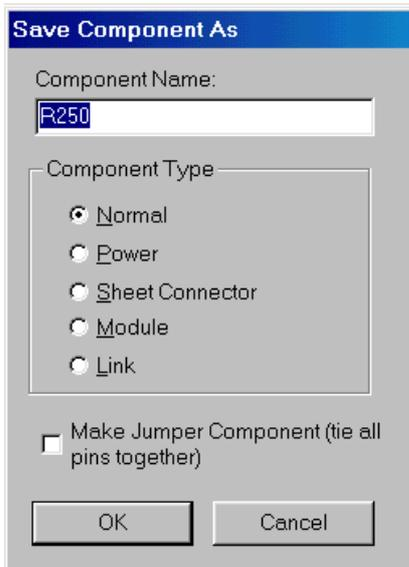

Рис. 5-9. Выбор типа и имени элемента
Система попросит указать тип компонента (см. рис. 5-9 и табл. 5-1) и его имя. Ничего не изменяя, нажмите ОК.
2) Символу «земли» присвойте имя GND и тип POWER.(рис. 5-9)